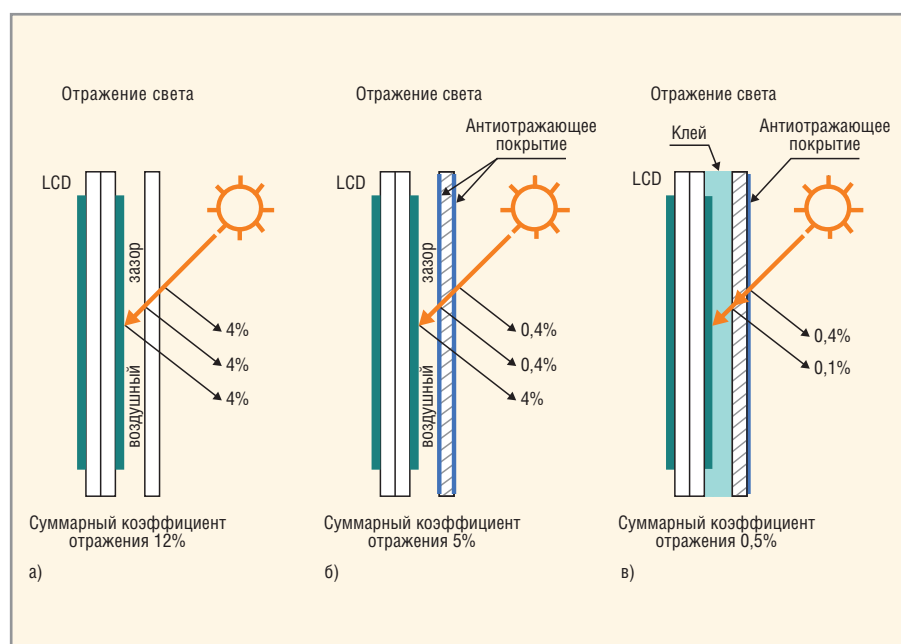

Рис. 1. Варианты конструкции транспортного АМЖК-дисплея
Приведём очень простой пример для устройств типа Tablet PC. Окружающая яркость при прямом солнечном свете составляет 10 000 кд/м². Коэффициент отражения от поверхности ЖК-экрана с установленным перед ним защитным стеклом составляет примерно 12% (см. рис. 1). Отражённая яркость составит 10 000 × 0,12 = 1200 кд/м². При собственной яркости подсветки 300 кд/м² контраст CR равен 1,25. В то время как для более-менее достоверного считывания информации необходимо обеспечить
Для снижения отражения применяются специальные антиотражающие покрытия (рис. 1б). В прошлом подобные покрытия на стекле применялись для электронно-лучевых трубок. Эти многослойные (4 – 6 слоёв) структуры формируются методом вакуумного напыления.
- создаётся структура типа «триплекс». Защитное стекло толщиной 1 мм по прочности становится эквивалентно стеклу 4 мм в стандартной конструкции (рис. 1а). Одновременно уменьшаются масса и баритные показатели дисплея и увеличивается надёжность при тряске и ударах;